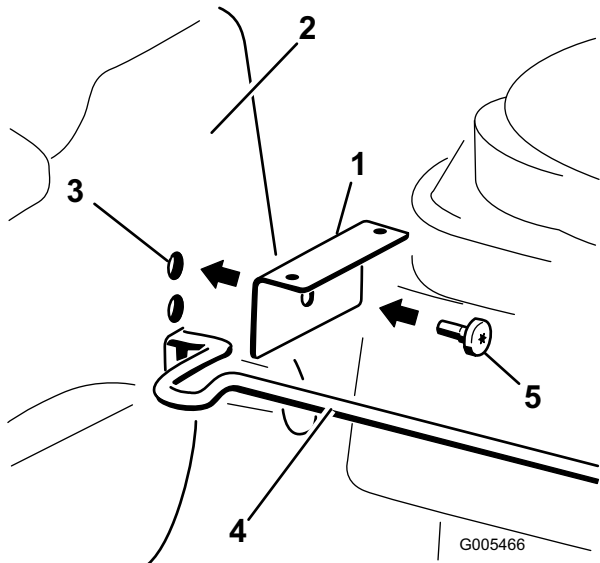

Figura 4
- 3. Instale una escuadra en el exterior del taladro superior de la carrocería, según se muestra en Figura 4.